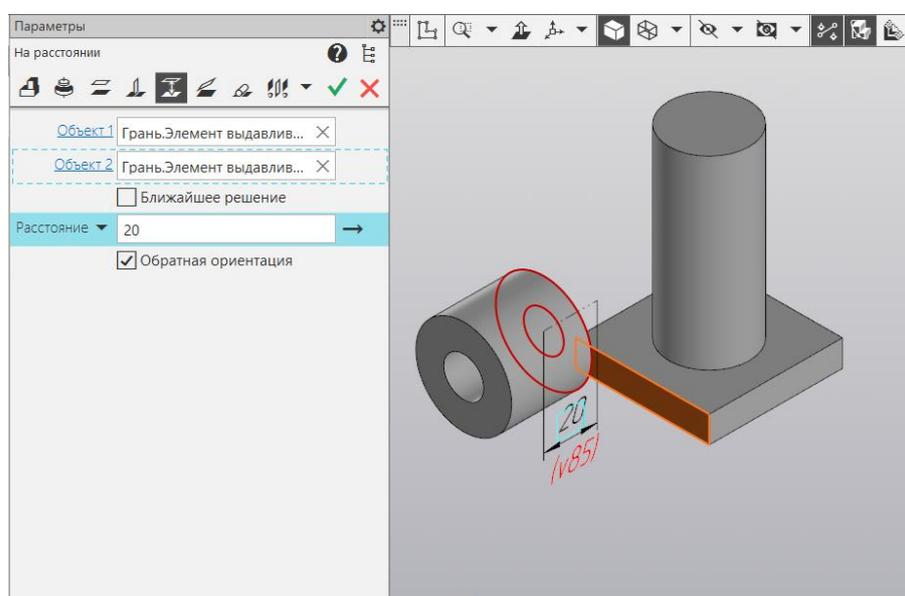

Рисунок 7.4 – Задание зависимости способом «На расстоянии»
- На расстоянии. Фиксирует расстояние между выбранными поверхностями или рёбрами. Может быть установлен автоматически или вручную (рисунок 7.4).